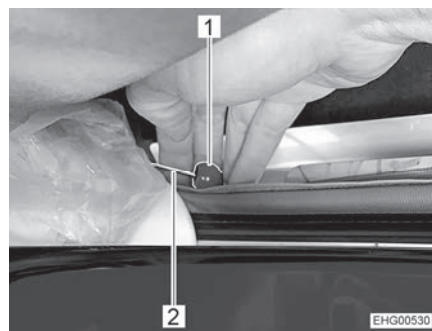

Fig. 90 Sbloccaggio di emergenza
- Tirare il pulsante rosso (Fig. 90,1) della fune (Fig. 90,2) sui due lati.